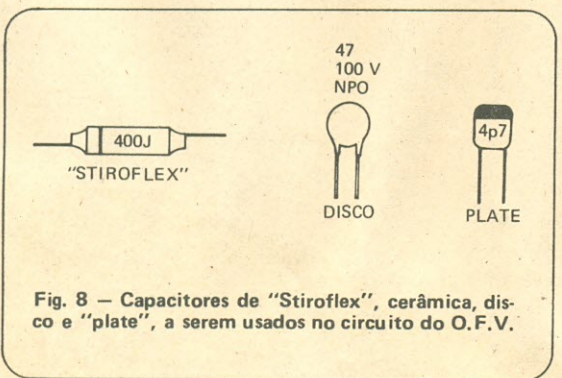

Fig. 8 - Capacitores de "Stiroflex", cerâmica, disco e "plate", a serem usados no circuito do O.F.V.
a) Usar capacitores do tipo "Stiroflex" para C26, C27, C28 e C30. Também podem ser usados capacitores de cerâmica, disco, do tipo "NPO" ou capacitores cerâmicos "plate", também NPO. No caso dos capacitores de cerâmica, disco, as letras NPO vêm impressas no próprio corpo do capacitor, e no "plate" a parte superior do corpo é pintada de preto, como mostra a Fig. 8.